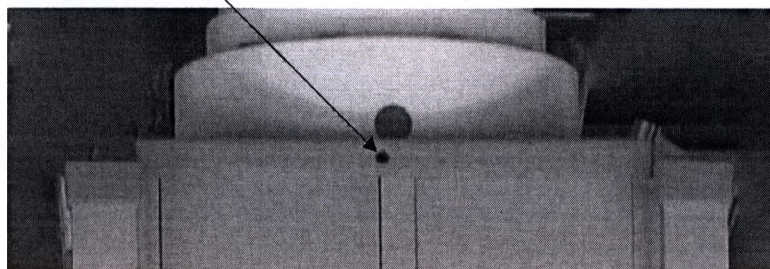

Рис.8 Регулировка усилия фиксации приборной колонны
8.2. Регулировка усилия фиксации приборной колонны. Приборная колонна поворачивается вокруг своей оси до 330°. Тормоз фрикционный. Усилие фиксации положения колонны регулируется с помощью винта через отверстие в соединительном фланце (Рис.8) (с помощью шестигранного ключа (S3 - винт M6). Вращение вправо увеличивает силу фиксации, влево – уменьшает.